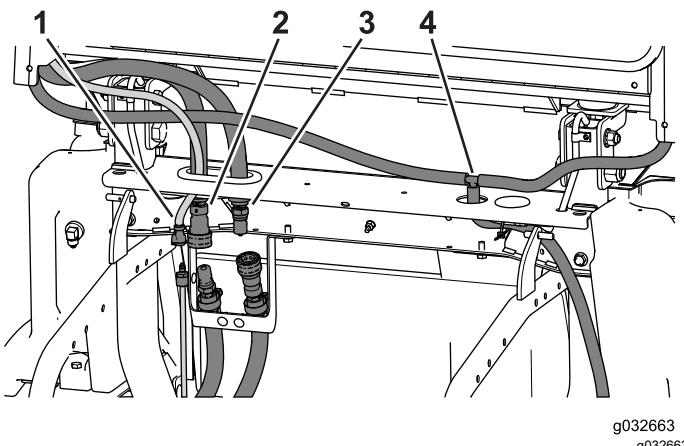

Figura 73
3. Enrute la manguera de vaciado hacia abajo, a través del anillo de goma y hacia abajo por el tubo inferior del ROPS (Figura 73).